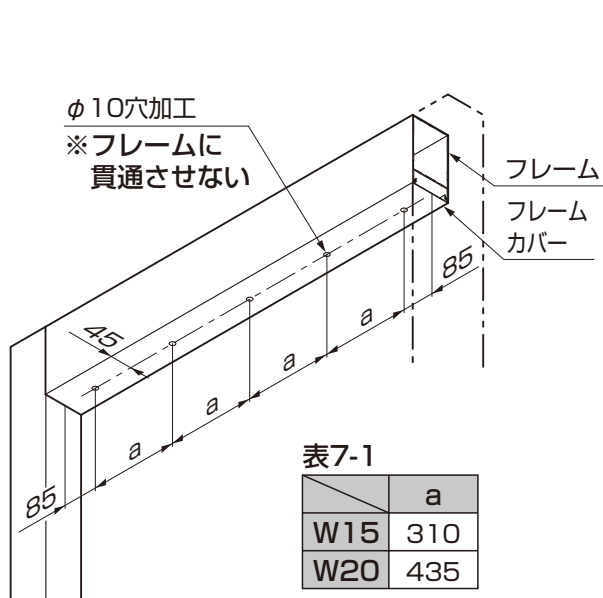

図7-1 フレームカバーへの穴加工
- ①図7-1を参照して、フレームカバーにφ10の穴加工をしてください。